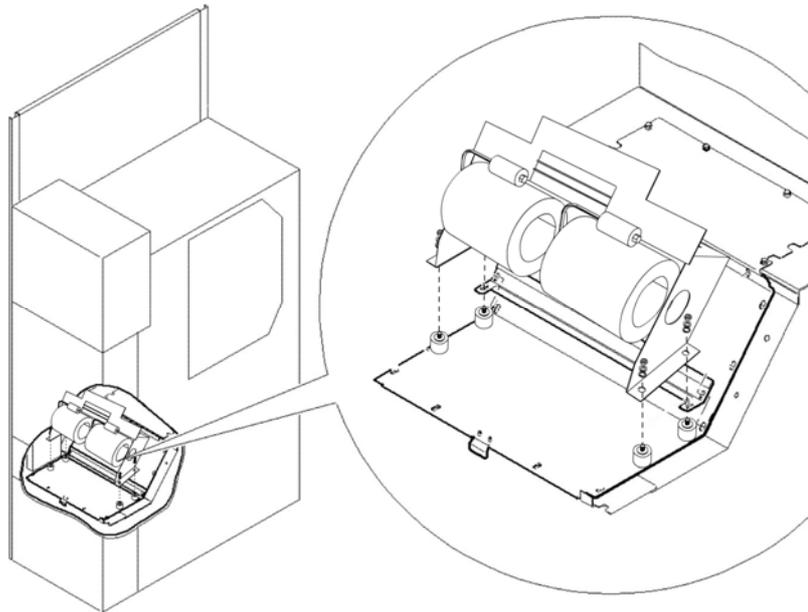

Figura 4.41
4. Retirar la instalación de salida de aire (véase la figura 4.41).